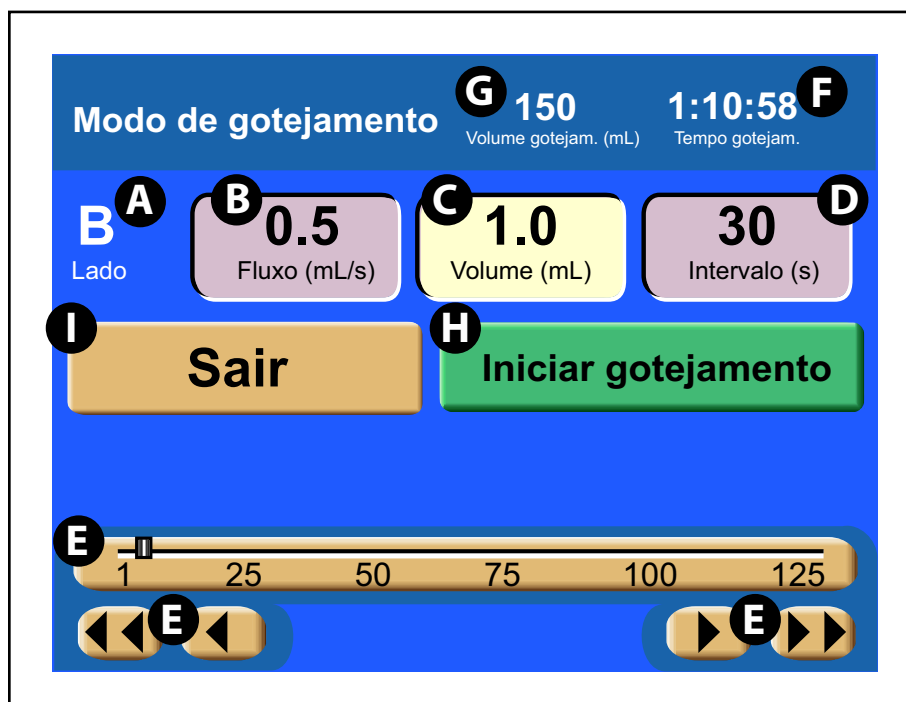

Figura 3-2-17 Tela Modo de gotejamento da Cabeça motorizada
**Gotejamento** **E** - Essa tecla ficará ativa somente se ligada na tela Configuração. A tecla [Gotejamento] fica disponível para aplicar uma injeção no modo de gotejamento, uma injeção com velocidade de fluxo baixa de um pequeno volume de solução salina, para manter o percurso do fluido aberto. Veja a Figura 3-2-17.
Veja a Figura 3-2-17.
Para acessar a tela Modo de gotejamento como mostrado na Figura 3-2-17, pressione a tecla [Gotejamento] **E** localizada na tela Principal ativada, como mostrado na Figura 3-2-15.